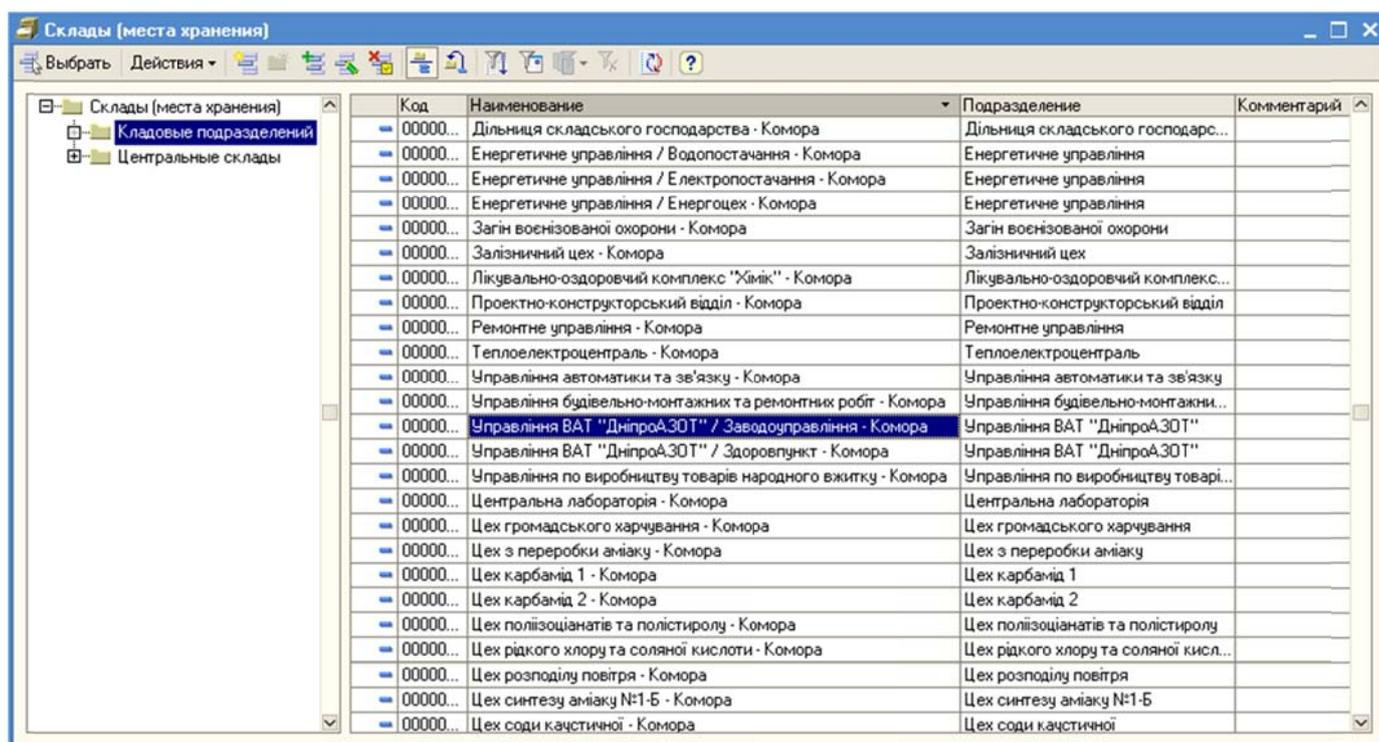

Рисунок 61 – Окно выбора места хранения - Справочник «Склады (места хранения)»
- Место хранения, из которого будет производиться выдача средств индивидуальной защиты. Для этого необходимо выделить поле «Место хранения» и нажать кнопку , после чего, в появившемся окне справочника «Склады (места хранения)» (Рисунок 61), выбрав подгруппу «Кладовые подразделения», выделить нужную кладовую и нажать клавишу «Enter» на клавиатуре. При указании места хранения поля «Подразделение» и «Подразделение организации» заполнятся автоматически подразделением и подразделением организации, которым соответствует указанное место хранения.